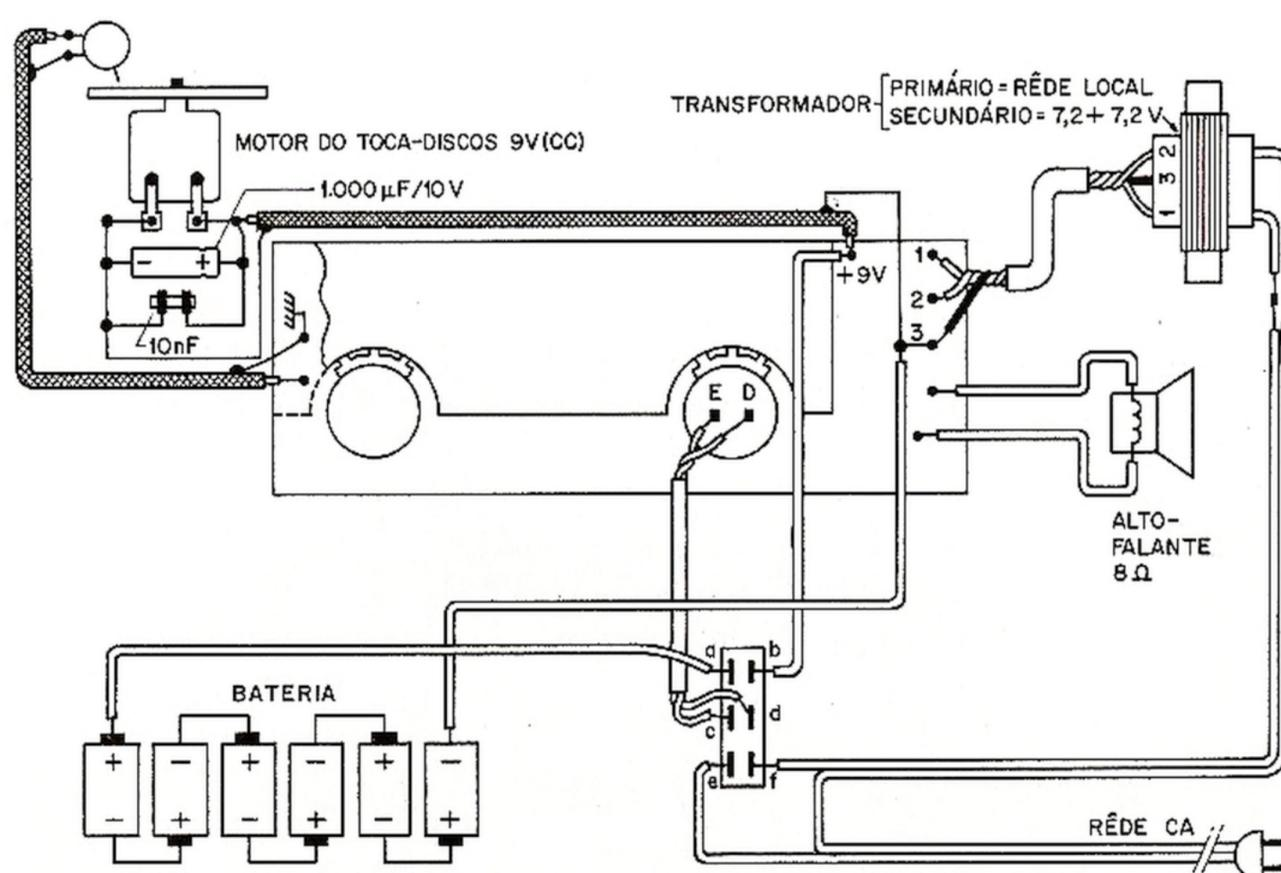

Figura 18 - Ligações externas
III - Alimentação "pilha-rede". (orienta-se pela figura 18).
- 5 - Para fazer as ligações à chave comutadora "pilha-rêde" (chave de 2 pólos, 2 posições), oriente-se pelas letras colocadas ao lado de cada terminal da chave, na figura 18.